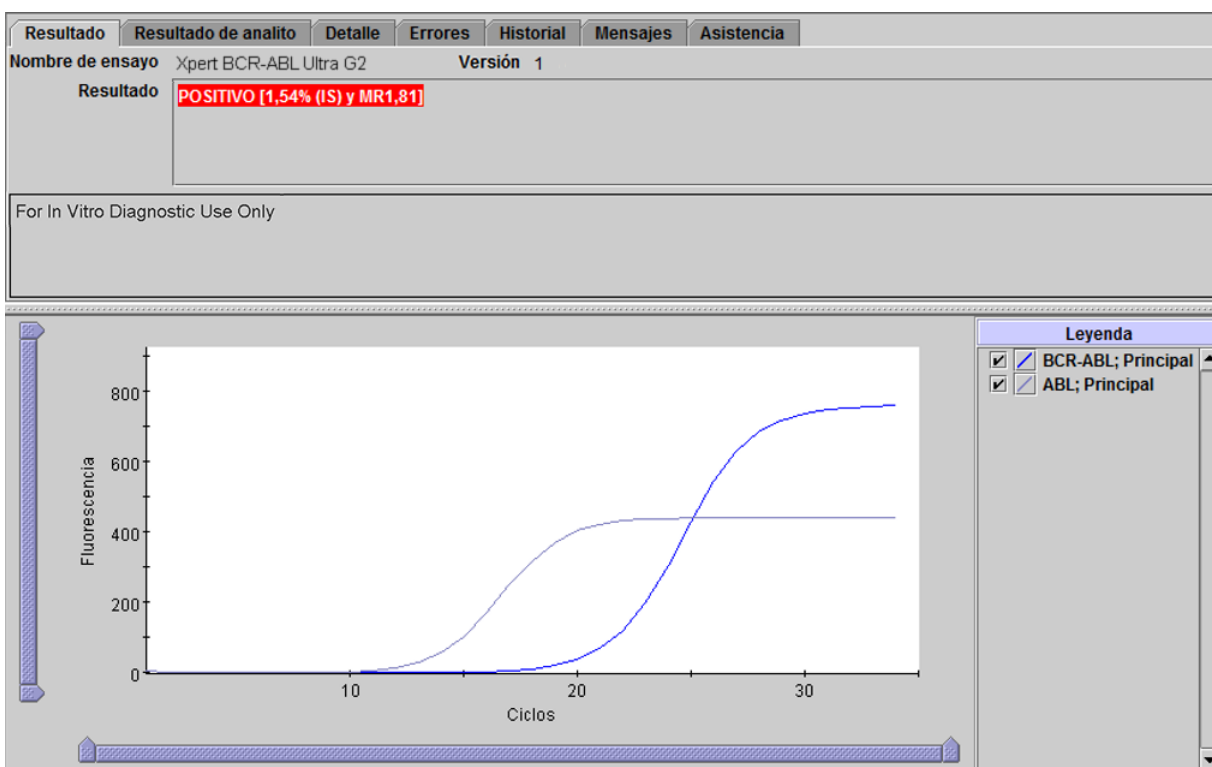
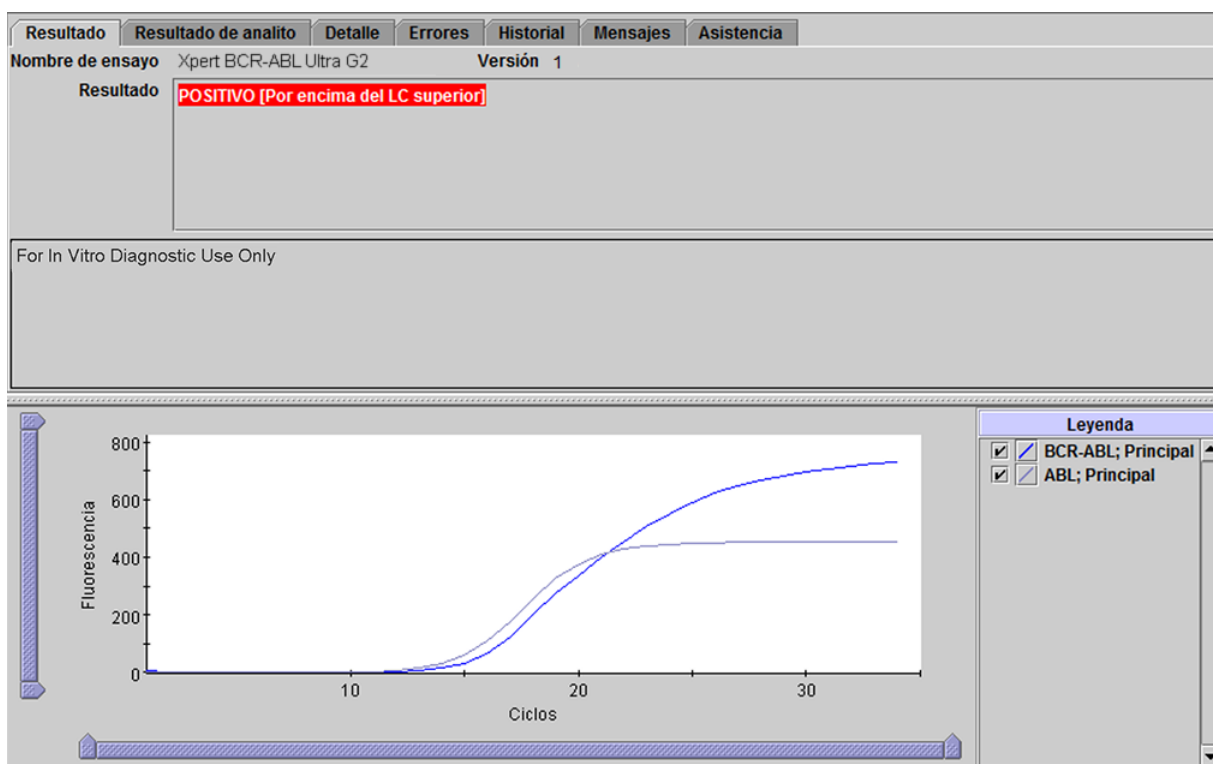

Figura 2. Ventana Ver resultados (View Results) del GeneXpert Dx: POSITIVO [1,54 % (IS) y MR1,81] (POSITIVE [1.54% (IS) and MR1.81])
Figura 3. Ventana Ver resultados (View Results) del GeneXpert Dx:
<p>POSITIVO (POSITIVE)</p> <p>Consulte la Figura 2, Figura 3, Figura 4</p>	<p>Se ha detectado transcrito de BCR-ABL.</p> <ul style="list-style-type: none"> ● BCR-ABL POSITIVO (BCR-ABL POSITIVE): Se ha detectado transcrito de BCR-ABL; su umbral del ciclo (Ct) está dentro del intervalo válido y su criterio de valoración está por encima del umbral configurado. ● Posibles resultados positivos: <ul style="list-style-type: none"> ● POSITIVO [# ,## % (IS) y MR# ,##] (POSITIVE [# .##% (IS) and MR## .##]; Figura 2. ● POSITIVO [Por encima del LC superior] (POSITIVE [Above upper LoQ]); Figura 3. ● POSITIVO [Por debajo del LD; >MR4,52/<0,003 % (IS)] (POSITIVE [Below LoD; >MR4.52/<0.003% (IS)]); Figura 4. ● ABL SUPERADO (PASS); se ha detectado transcrito del ABL; su umbral del ciclo (Ct) está dentro del intervalo válido y su criterio de valoración está por encima del umbral configurado. ● Si el valor de Ct del ABL está por debajo de 18, significa que en la reacción había como mínimo 32 000 copias de ABL.^{17,18} ● Comprobación de la sonda – SUPERADO (PASS); todos los resultados de comprobación de la sonda son correctos.
Resultado: **POSITIVO [1,54 % (IS) y MR1,81] (POSITIVE [1.54% (IS) and MR1.81])**. Consulte la Figura 2.
Resultado: **POSITIVO [Por encima del LC superior] (POSITIVE [Above upper LoQ])**. Consulte la Figura 3.